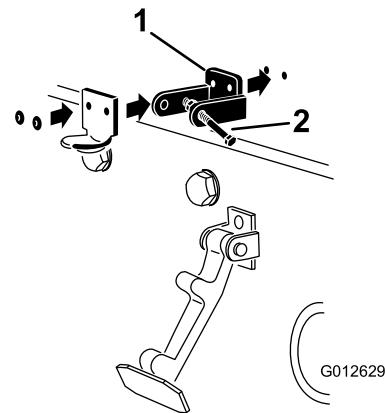

Figura 9
4. Mentre allineate i fori di montaggio, posizionate la staffa di bloccaggio CE e la staffa del fermo del cofano sul cofano (Figura 9).
6. Rivettate le staffe e le rondelle al cofano (Figura 9).